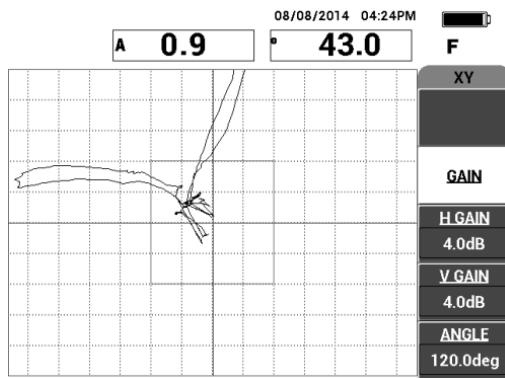

Рис. 6-7 Сканирование дефектов
3. Просканируйте расслоения ближней и дальней зон; в ходе сканирования дефектов нажмите клавишу FREEZE ( ) [см. Рис. 6-7 на стр. 132].